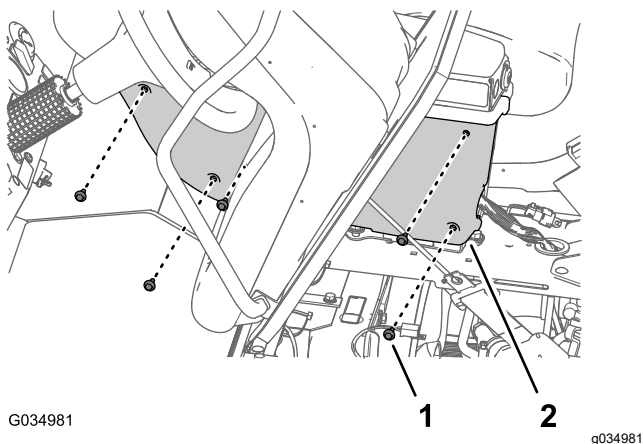

Figure 98
7. Fixez le couvercle sur la console centrale à l'aide des 5 boulons à embase ($\frac{1}{4}$ " x $\frac{3}{4}$ ") retirés précédemment (Figure 98), et serrez les boulons à un couple de 5,20 à 6,78 N·m.